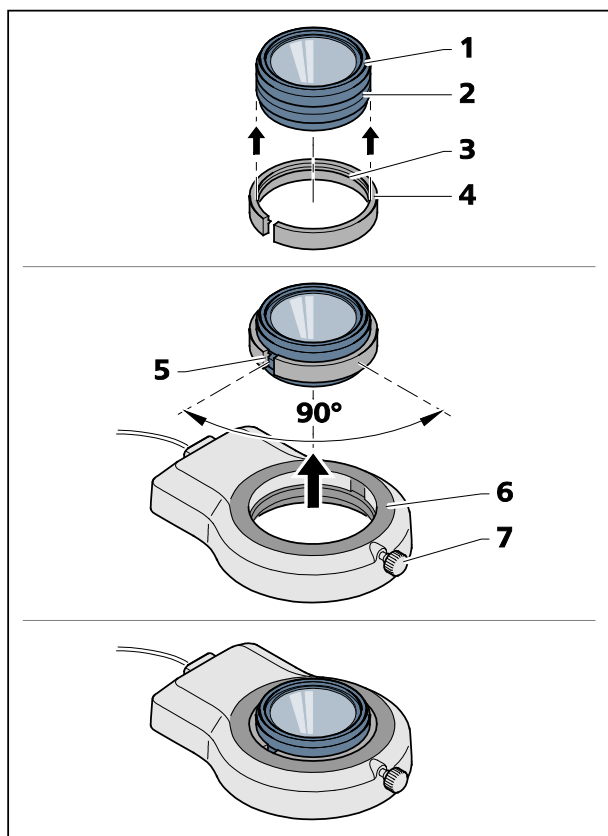

Fig. 14 Montar el iluminador anular a la unidad óptica frontal 3
- Poner el adaptador ranurado incluido en el suministro (Fig. 14/4) (diámetro exterior 66 mm, diámetro interior 58 mm) desde abajo sobre la unidad óptica frontal (Fig. 14/1). El borde reforzado interior (Fig. 14/3) del adaptador debe enclavar en la ranura exterior (Fig. 14/2) de la unidad óptica frontal.
- Enchufar el iluminador anular (Fig. 14/6) sobre el diámetro exterior del adaptador y fijarlo con el tornillo de retención (Fig. 14/7).
Se obtiene el mejor efecto de retención, siendo desplazados la ranura (Fig. 14/5) del adaptador y el tornillo de retención (Fig. 14/7) del iluminador anular en aprox. 90°.